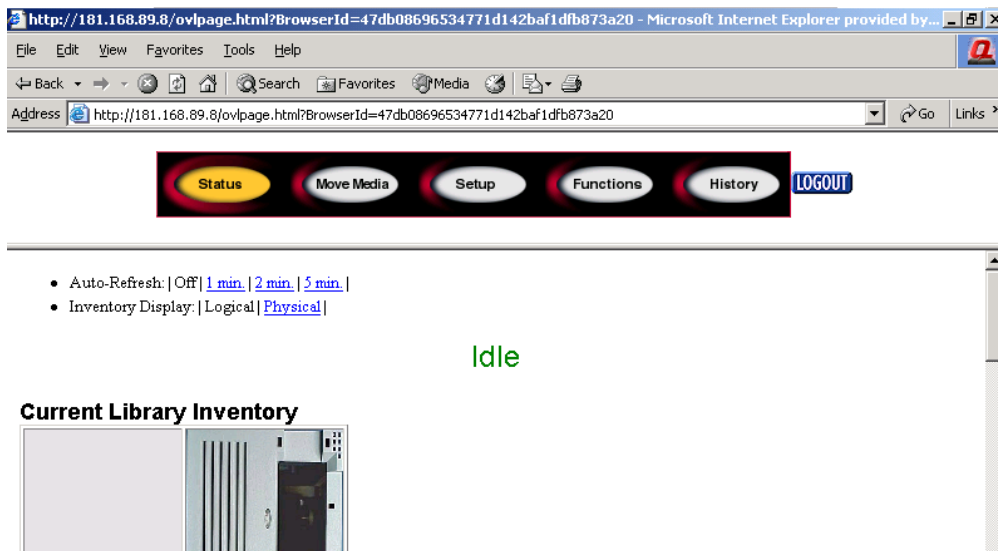

図 66: [Status] 画面
3. ライブラリをクリックして、[Status] 画面にアクセスします（図 66 を参照）。